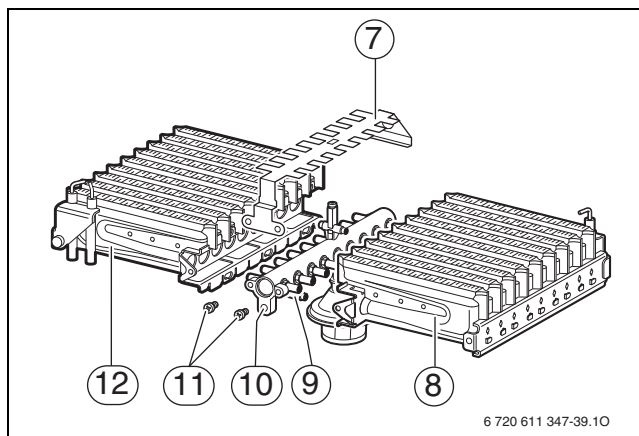

Рис. 37
- ▶ Видалити гвинти (11) (→ рис. 37).
- ▶ Зніміть міст (7).
- ▶ Зніміть гвинти на точках кріплення (9). Зніміть ліву та праву частину пальника (12 та 8) із штуцера (10).